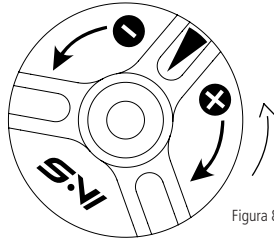

Figura 8
4. Caso não tenha atingido o comportamento esperado, gire novamente o regulador no sentido horário para deixar o sistema mais firme ou no sentido anti-horário (Figura 8) para deixar o sistema mais sensível em relação ao amortecimento de impactos;